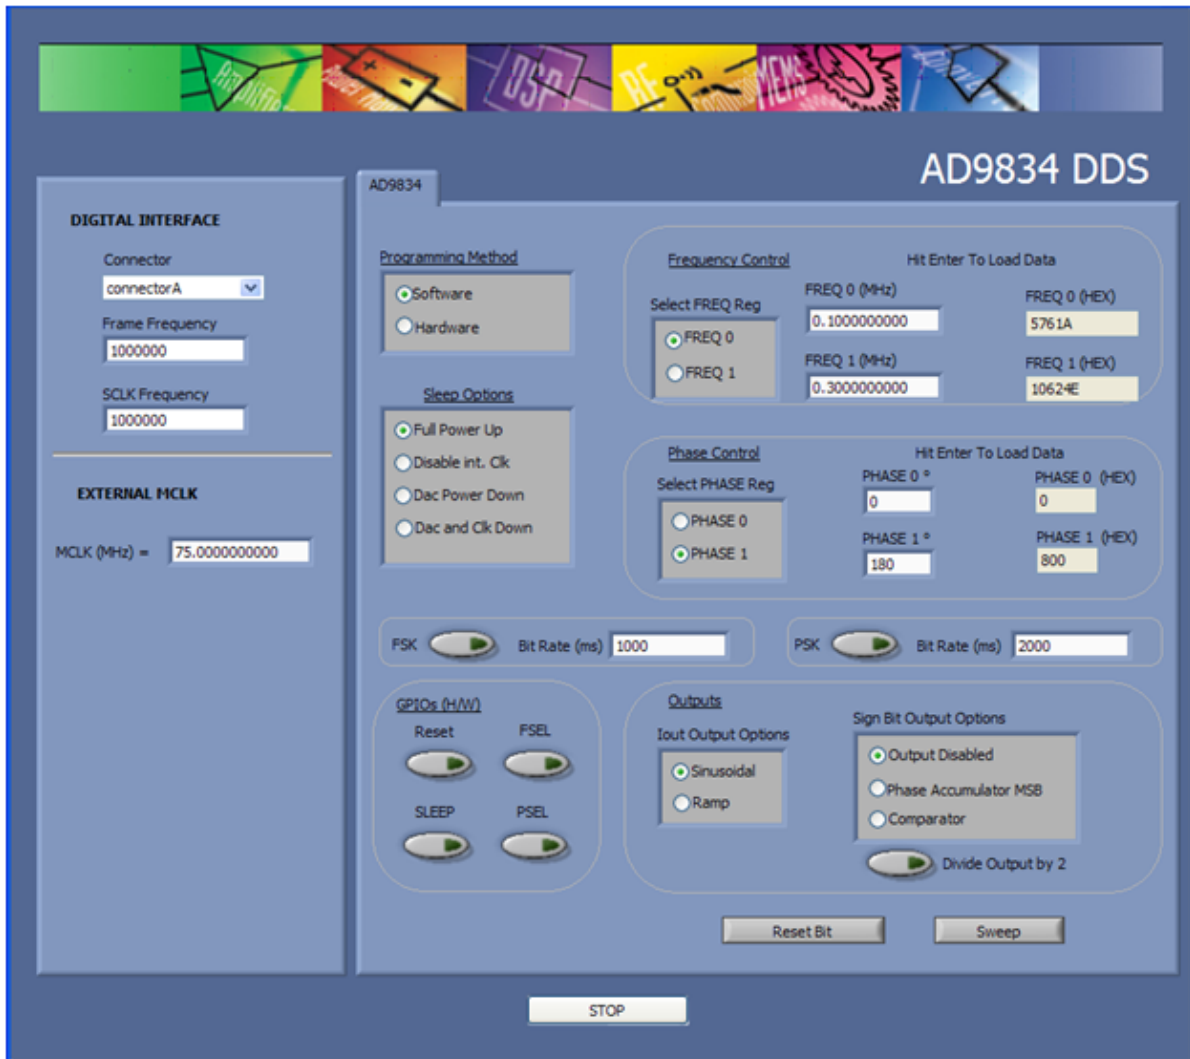

図 4. AD9834 評価用ボード・ソフトウェア
3. すべての接続が正しい位置にあることを確認してください(表 1 参照)。AD9834 評価ソフトウェアのメイン・ウィンドウが表示されます(図 4 参照)。